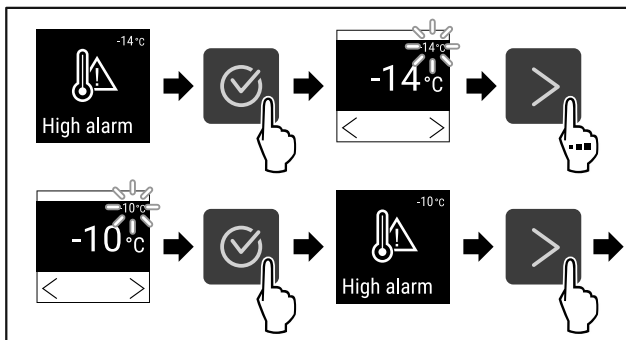

Fig. 98
- ▶ Handlungsschritte (siehe Fig. 98) durchführen.